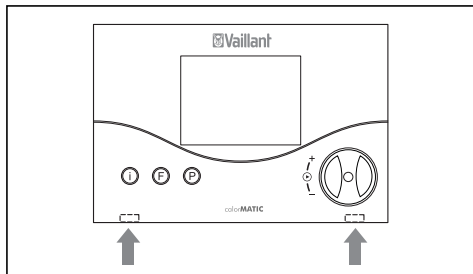

Fig. 4.1 Débloquage des ergots
- Ecartez prudemment les ergots à l'aide d'un tournevis (fig. 4.1) puis retirer le thermostat vers l'avant.